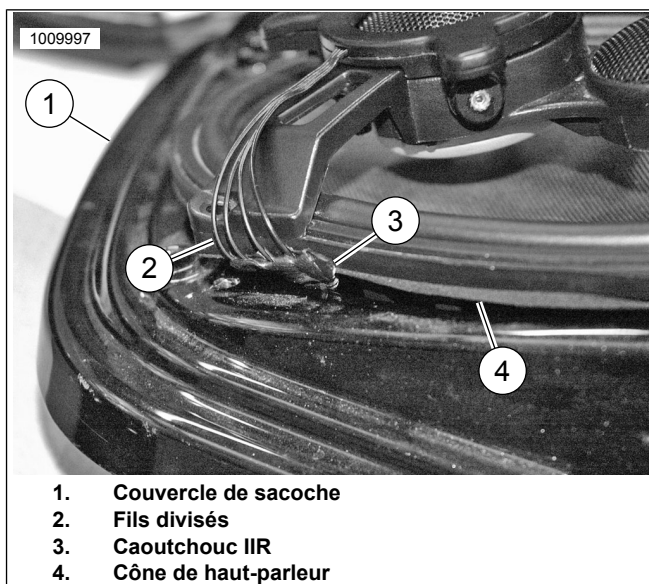

**Figure 8. Acheminement des fils de la sacoche**
15. Voir la figure 8. Glisser l'œillet d'environ 11 cm (4-1/2 po) depuis l'extrémité du faisceau à l'extérieur de la sacoche. Ainsi, un tronçon d'environ 11 cm (4-1/2 po) se trouvera à l'extérieur de la sacoche une fois l'œillet installé.